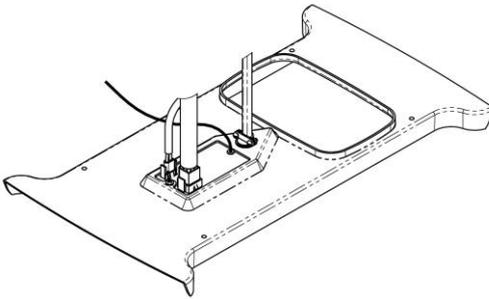

Figure 9
- C. Soulevez la chute de l'ensemble de plafond et insérez le câblage d'alimentation à travers le serre-câble et dans la boîte de raccordement de façon à ce que 10 à 15 cm (4 à 6 po) de câblage d'alimentation se situe dans la boîte. Serrez le serre-câble sur la gaine du câble d'alimentation afin d'en interdire le mouvement (voir Figure 9).
- F. Branchez la conduite électrique du climatiseur dans la prise à 9 positions de la façon illustrée dans la Figure 9.
- G. Si vous installez l'ensemble d'accessoire de chauffage facultatif, retirez le couvercle de la prise à 2 positions et branchez le cordon d'alimentation du réchauffeur de la façon illustrée dans la Figure 9.